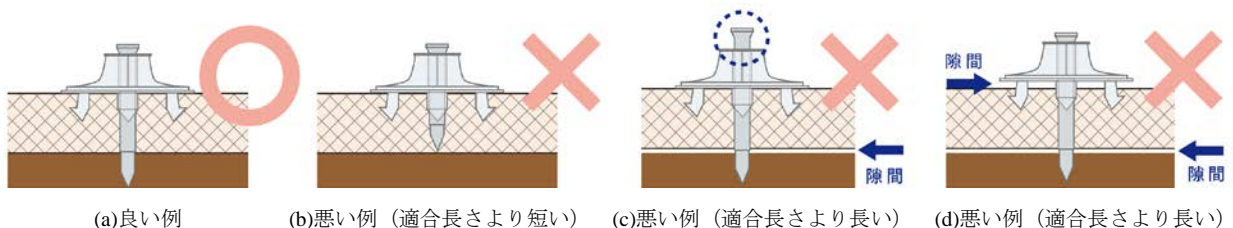

図4：ネオマキーパー設置の模式図
**!** ネオマキーパーⅡはネオマフォーム UF の厚さに適合したものをご使用ください。(表4, 図4)
\*適合長さより短いものを使用すると、釘部が型枠合板に届かず固定できません。(図4(b))
また、長いものを使用すると、釘とカラーが一体化せず、ネオマフォームと型枠合板の間やカラーとの間に隙間が生じ、適切に仮固定できないおそれがあります。(図4(c), (d))